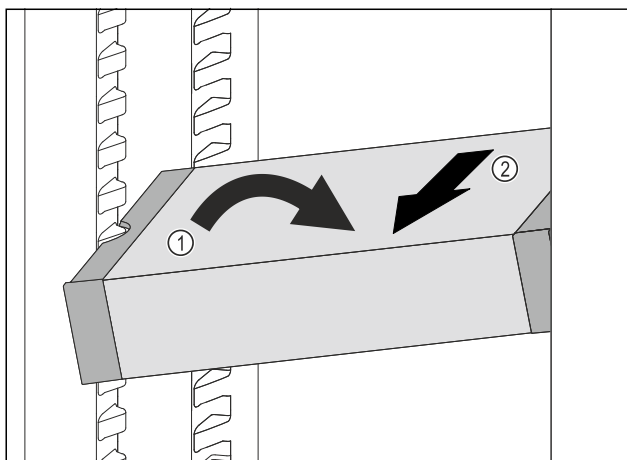

Fig. 99
- Наклонете VarioSafe в хладилната част. Fig. 99 (1)
- Извадете VarioSafe напред. Fig. 99 (2)